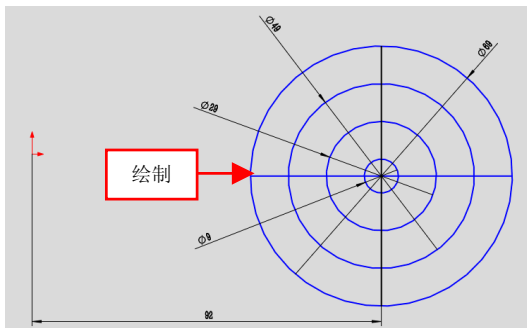

图 13-91 绘制草图对象
(1) 单击【草图绘制】按钮，选取钣金模型的外表面对象，进入草图绘制环境，绘制草图对象，如图 13-91 所示。